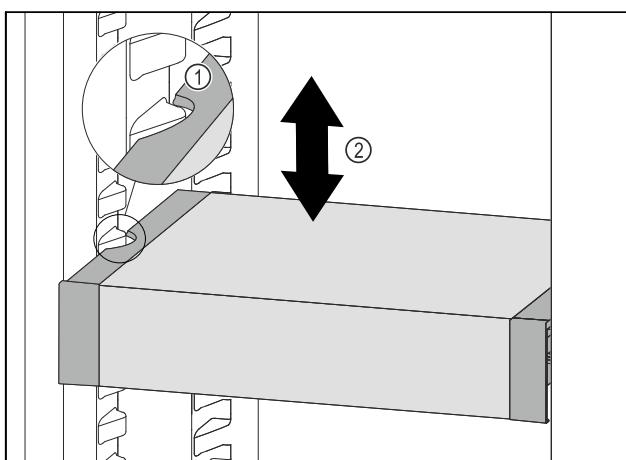

Fig. 111
- ▶ VarioSafe tiahajte dopredu, dokým sa bočné vybrania VarioSafe nebudú nachádzať vo výške rebra nádoby v chladničke. Fig. 111 (1)
- ▶ VarioSafe v chladničke presúvajte nahor alebo nadol, dokým sa dosiahne požadovaná výška. Fig. 111 (2)